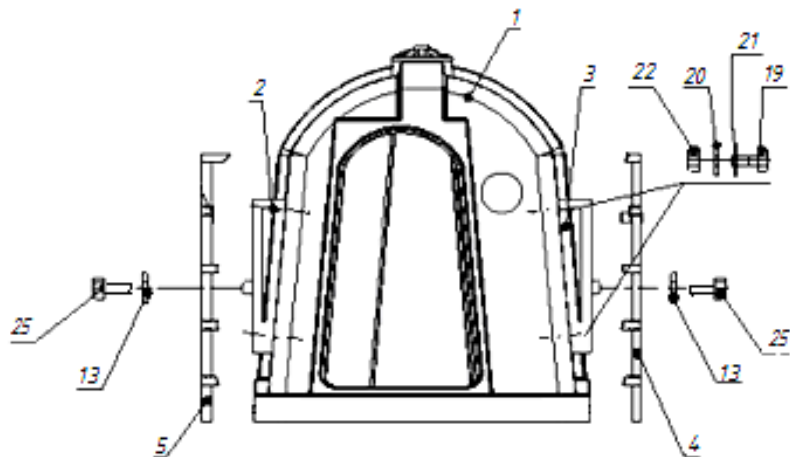

Рис.4 Схема установки кронштейнов(2,3) крепления боковин полимерного ограждения , боковин(4,5) ограждения к боксу.
К кронштейнам (2) и (3) прикрепить правую (4) и левую (5) боковины ограждения (Рис.4) с помощью шайбы (13), болта (25).